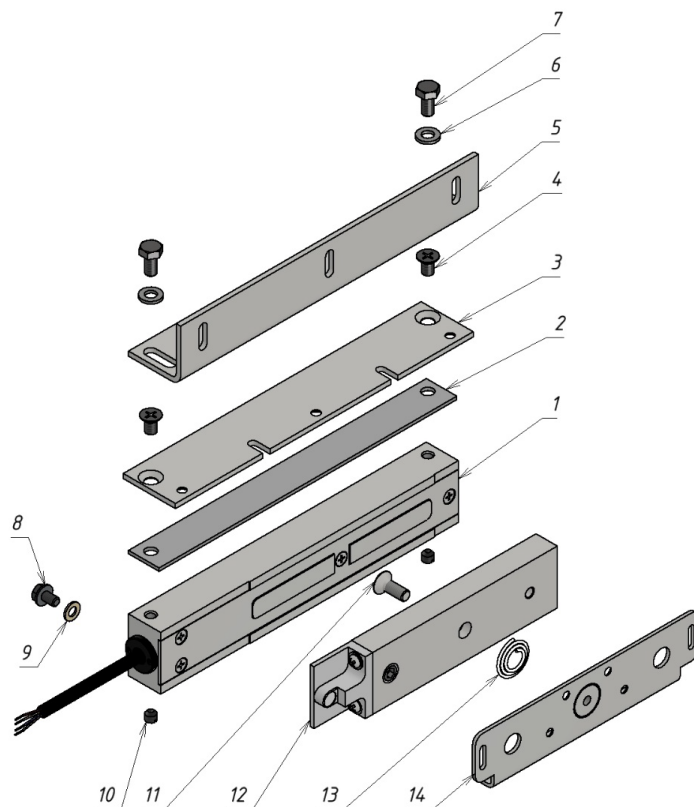
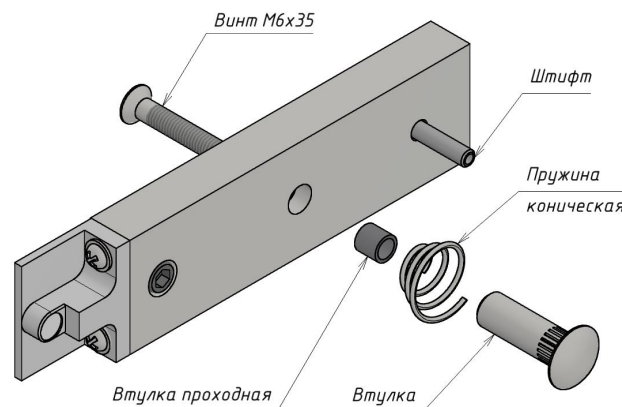

Рисунок 1 – Комплект поставки
Рисунок 2 - Комплект крепления якоря
4.1 В комплект поставки замка входят (рисунок 1):
- корпус (1).....	1 шт.
- планка (2).....	1 шт.
- пластина монтажная (3).....	1 шт.
- винт М6х10 потайн. (4).....	2 шт.
- угольник (5).....	1 шт.
- шайба 6 (6).....	2 шт.
- болт М6х12 (7).....	2 шт.
- винт заземления М5х8 (8).....	1 шт.
- шайба 5 (латунь) (9).....	2 шт.
- винт-заглушка М6х6 (10).....	2 шт.
- винт М6х16 (потайн.) под ключ S4 (11).....	1 шт.
- якорь (12).....	1 шт.
- пружина коническая (13) (из комплекта крепления якоря)	1 шт.
- пластина крепления якоря (14).....	1 шт.
- комплект крепления якоря (рисунок 2).....	1 шт.
Замок состоит из корпусной части и якорной части (рисунок 1). Для обеспечения эксплуатационных характеристик рабочие поверхности корпуса и якоря должны быть совмещены и плотно прилегать друг к другу при закрывании двери.
Корпус замка может крепиться при помощи угольника (5) или через монтажную пластину (3) (рисунок 1). Если позволяет конструкция места монтажа, допускается крепление непосредственно через крепежные отверстия в корпусе замка (резьба М6), длина винтов в этом случае определяется по месту, при этом в тело корпуса винты должны входить не более чем на 8мм.
- с помощью комплекта крепления якоря с отверстиями в двери для винта крепления якоря и фиксирующего штифта (рисунок 2);
- без отверстий в двери, с помощью монтажной пластины крепления якоря (12) (рисунок 1).